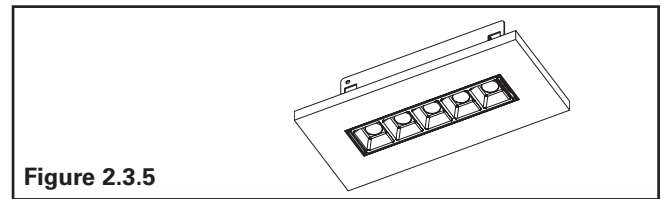

Figure 2.3.5
8. Once connections are made, push the light engine up through cut-out. (Figure 2.3.5)
8. Une fois les connexions établies, poussez le moteur lumineux vers le haut à travers la découpe (Figure 2.3.5).